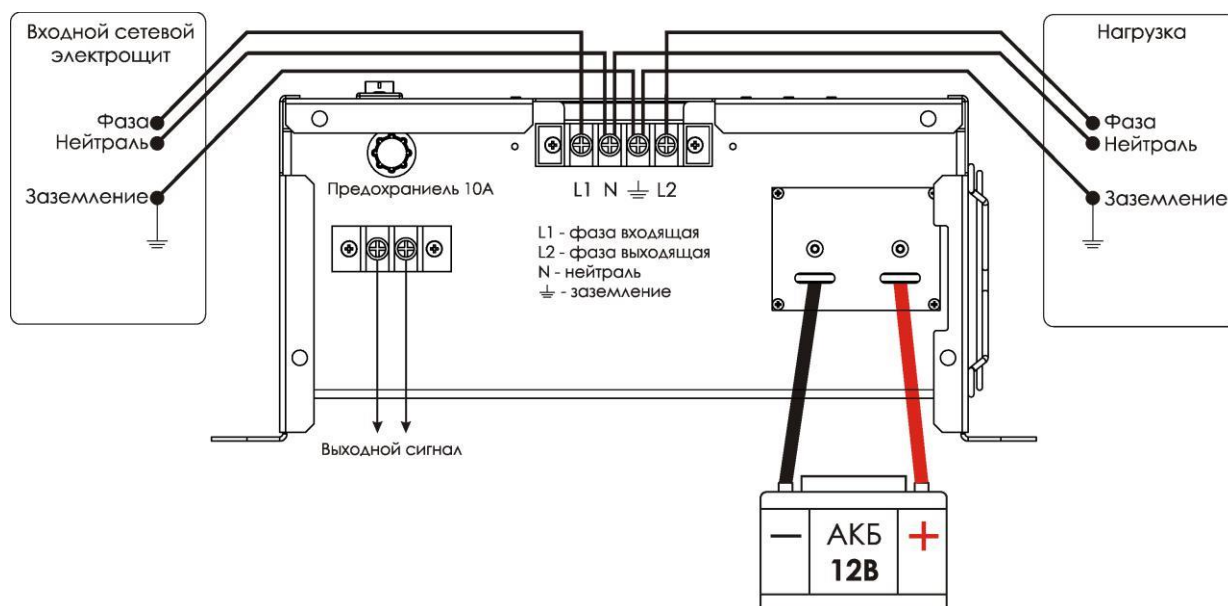

Рис. 1 Схема подключения прибора к внешним цепям
6.3. Проведите подключение прибора, предварительно сняв защитный кожух с клеммной колодки, согласно Рис. 1, соблюдая правила электробезопасности.